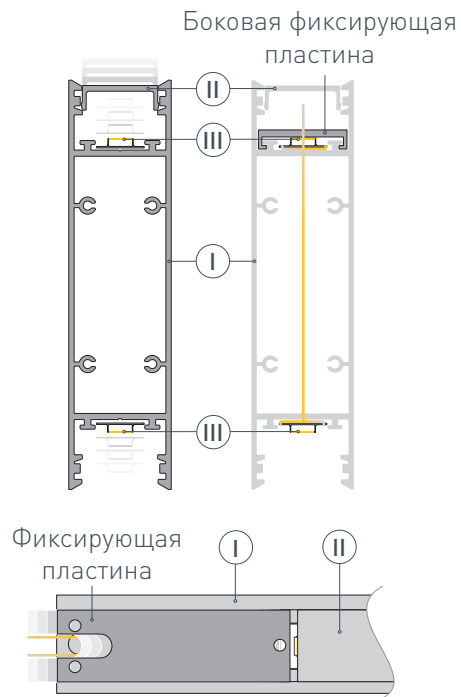

Рис. 1. Установка боковой фиксирующей пластины на профиль I. Вид сверху
- 2** / Перед приклеиванием светодиодной ленты III рекомендуется обезжирить поверхность профиля I. **Рекомендуется использовать при монтаже светодиодную ленту 48 V.** Установите в профиль I светодиодные ленты III на нижнюю и верхнюю площадки для лент и пропустите кабели питания светодиодных лент через отверстие в профиле. Максимально допустимая для подключения длина отрезка светодиодной ленты III указана в инструкции к светодиодной ленте. Установите боковую фиксирующую пластину из комплекта фиксатора токопроводящего ремня V на профиль I и пропустите через нее кабели питания светодиодных лент как показано на рис. 1. Установите на профиль I верхний экран II.